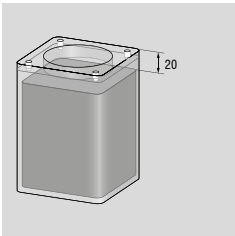

Abb. 12.3.1
3. Zur neuen Befüllung des Hydraulikhebers werden insgesamt 700 ml Hydrauliköl benötigt (siehe hierzu auch Kapitel 6.6 – Hydrauliköl und Schmierstoffempfehlung). Zunächst den Öltank bis 20 mm unter den Rand mit Hydrauliköl befüllen (Abb. 12.3.1). Im Anschluss das restliche Hydrauliköl über die geöffnete Öleinfüllschraube (Ziffer 9, siehe Zeichnung – Kapitel 6.2) einfüllen.